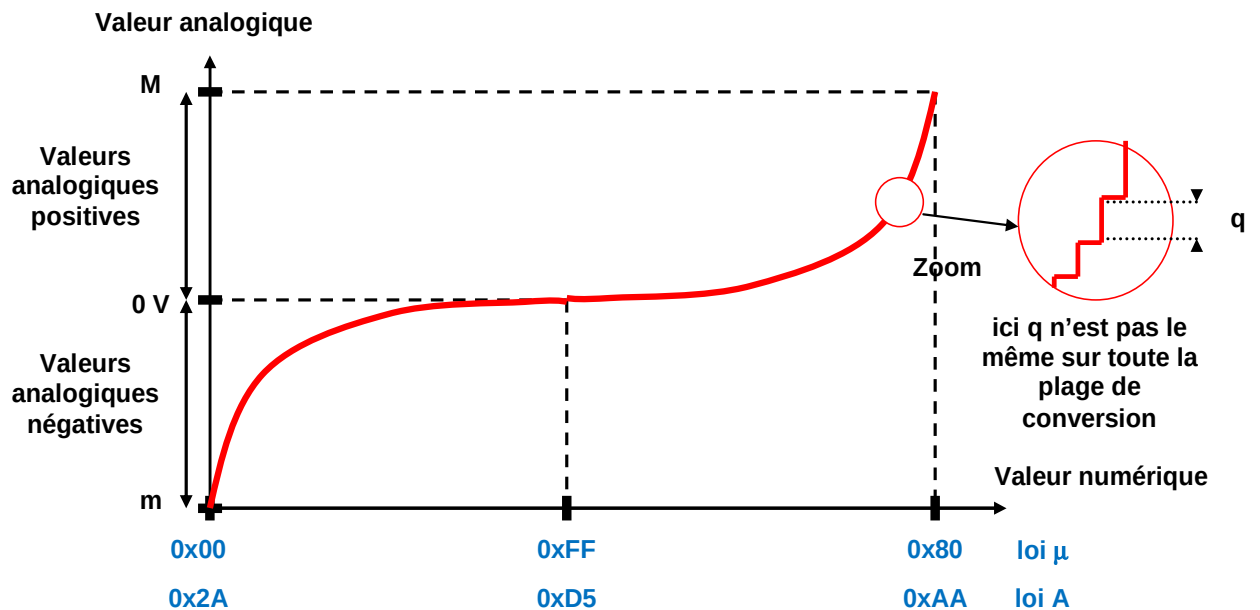

Figure V.6. (page 57)
- compression** en utilisant une **table de conversion** pour respecter la forme de la courbe de la figure V.6. (page 57) et passer sur 8 bits. C'est pendant cette phase de compression que sera adaptée la valeur du pas de quantification q en fonction de la valeur absolue du signal.